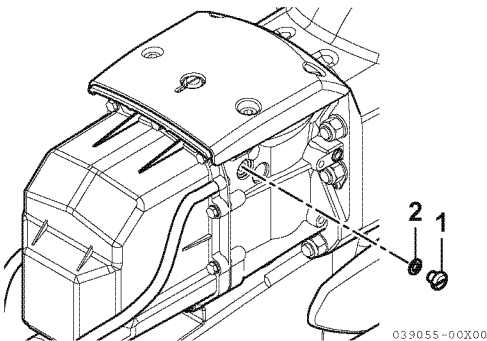

Abbildung 15
- 1- Ölentlüftungsstopfen (1, **Abbildung 15**) und Dichtung (2, **Abbildung 15**) entfernen.